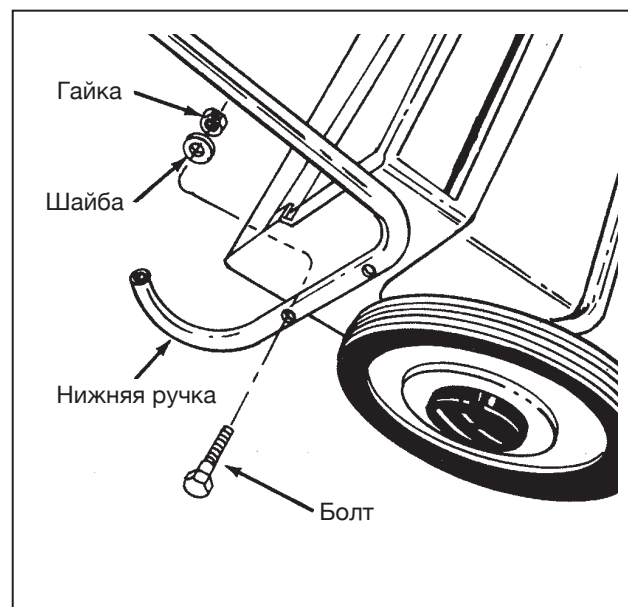

Рис. 1
1. Закрепите две нижние ручки на корпусе щетки болтами 1/4-20x1-1/4", шайбами и гайками 1/4-20 (рис. 1). Не затягивайте сильно.